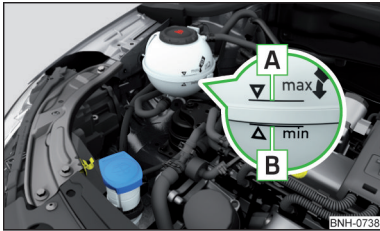

Abb. 228
Kühlmittelstand prüfen - der Kühlmittelstand muss zwischen den Markierungen **A** und **B** liegen » Abb. 228. Liegt der Kühlmittelstand unterhalb der Markierung **B**, das Kühlmittel nachfüllen.
Die **Spezifikation** des Kühlmittels ist auf dem Kühlmittelausgleichsbehälter aufgeführt » Abb. 228.
- Das Kühlmittel nicht über die Markierung **A** auffüllen » Abb. 228. Das Kühlmittel könnte bei Erwärmung aus dem Kühlsystem gedrückt werden - es besteht die Gefahr einer Beschädigung der Motorraumteile.